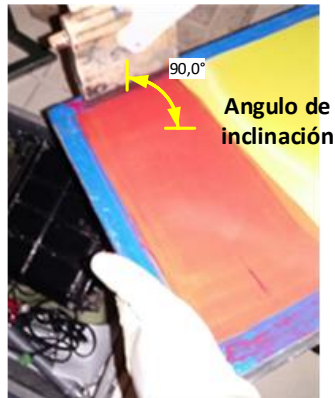

Figura 13. Recoger la mezcla sobrante en la tela del bastidor.
- ✓ Cuando se halla aplicado la mezcla uniformemente, se recoge con la escobilla con un ángulo de casi 90° como se muestra en la Figura 13, esto se